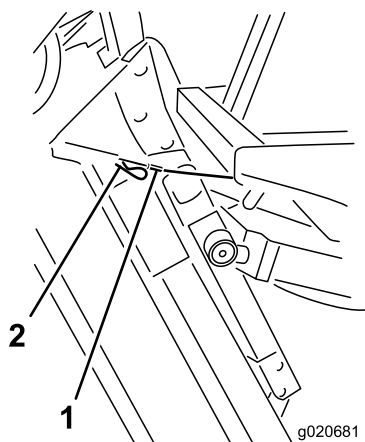

Bild 75
6. Halten Sie das Mähwerk dann in der aufrechten Stellung, bringen das Kabelende über dem Stift am Mähwerkhubarm an und befestigen es mit einem Splint (Bild 75).